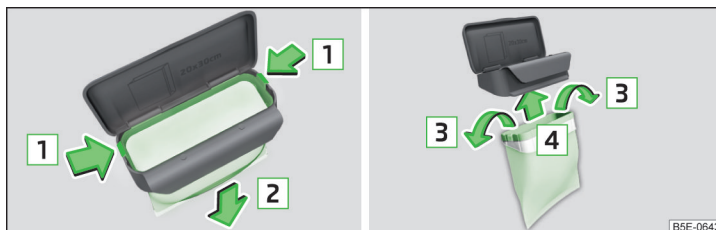

Abb. 70 Beutel ersetzen
- Die beiden Rastnasen am Rahmen in Pfeilrichtung **[1]** abdrücken » Abb. 70.